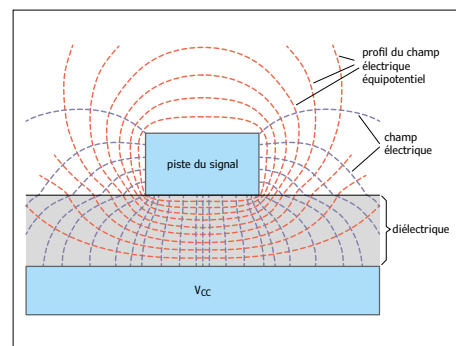

Figure 5. Piste dont l'impédance est imposée [1].
**R** Les plans sont utilisés à plusieurs fins. L'une des plus courantes est de leur confier la distribution des alimentations (rail et masse). Cela permet de simplifier la disposition des composants et d'augmenter leur densité sur la carte : il suffit d'utiliser un via pour atteindre les alimentations. Un autre bénéfice est que les plans d'alimentation et de masse forment un condensateur de découplage lorsqu'ils sont suffisamment proches ; les caractéristiques de la carte s'en trouvent grandement améliorées aux hautes fréquences. Les plans peuvent également être utilisés pour imposer l'impédance d'une piste en faisant varier sa largeur et sa hauteur au-dessus du plan (**fig. 5**). C'est primordial pour les signaux rapides et la HF : une impédance inadaptée entraîne des réflexions et une distorsion des signaux. Un plan absorbera une plus grande part du champ électrique d'une piste à mesure que celle-ci s'en approche ; cela diminue l'impédance de la piste. Augmenter la largeur de la piste permet également de diminuer son impédance. Plusieurs méthodes existent pour calculer la valeur approximative de l'impédance d'une piste ; si la valeur est critique, vous feriez mieux d'utiliser un simulateur. Les plans aident aussi à améliorer l'intégrité des signaux transportés par les pistes de la carte, car ils permettent de maintenir les boucles de retour du courant aussi courtes que possible (**fig. 6**). Le plan avec l'encoche oblige le courant de retour à la contourner, ce qui augmente la surface de la boucle. À l'inverse, le plan plein donne le chemin le plus direct possible.